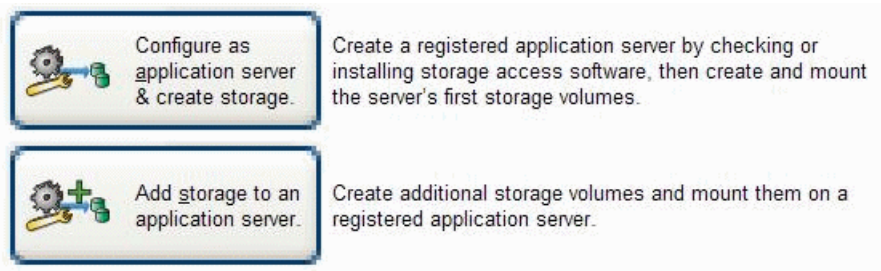

Abbildung 21 Erstkonfiguration von Speicher oder Hinzufügen von Speicher
2. Wählen Sie eine der in Abbildung 21 gezeigten Optionen aus, um eine Erstkonfiguration des Anwendungsservers vorzunehmen oder zusätzliche Speicher-Volumes zu erstellen und bereitzustellen: